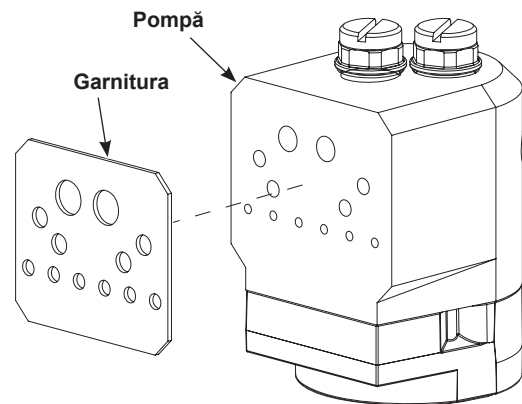

Figura 27 Înlocuirea garniturii pompei
1. Vezi figura 27. Scoateți garnitura pompei de pe pompă.